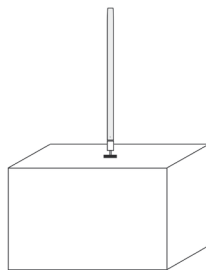

Abb. 2 Wandmontage
- **Bei Wandmontage:** Antennenstab senkrecht stellen. (→ Abb. 2)